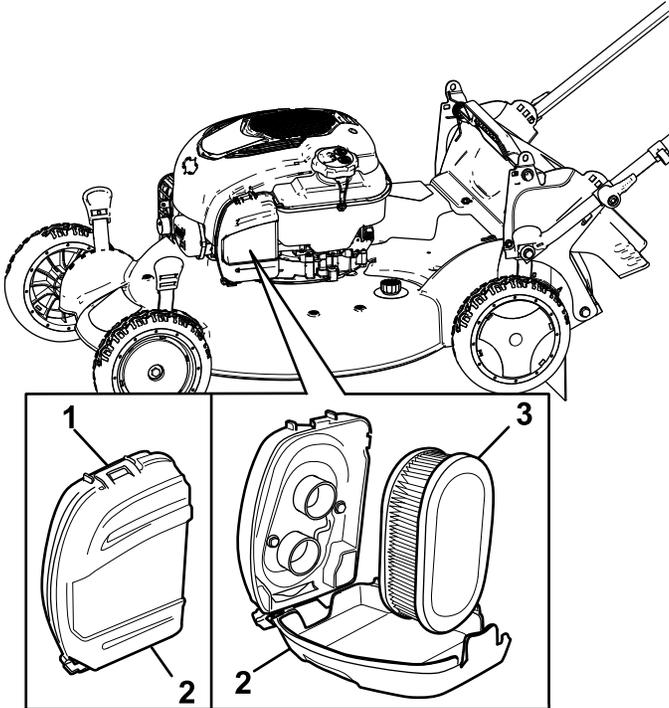

Figure 30
1. Ouvrez le couvercle du filtre à air avec un tournevis (Figure 30).